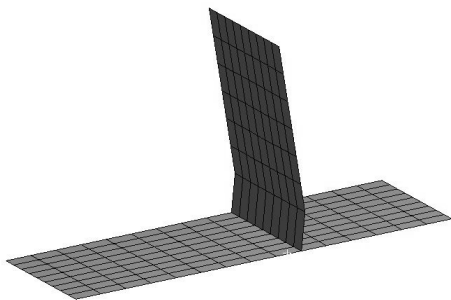
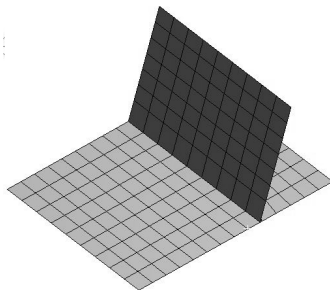

图 7.6.64 连接到边界
图 7.6.65 不连接到边界
- ◆ **Snap to Boundary** 下拉列表：用于定义投影几何是否捕捉到网格边界上，选中 **Yes** 选项，投影几何将连接到边界上（图 7.6.64）；选中 **No** 选项，投影几何将不连接到边界上（图 7.6.65）。